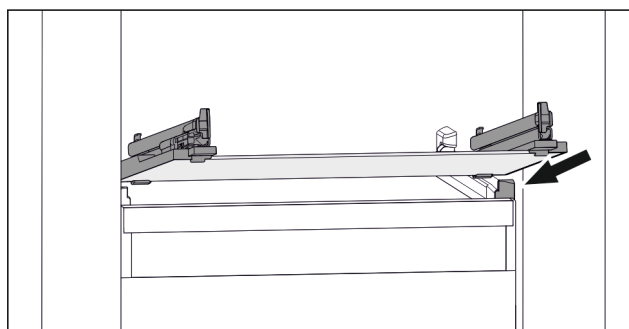

Fig. 98 Rappresentazione esemplificativa del ripiano in vetro
- Applicare il ripiano in vetro obliquamente dietro i fermi. (vedere Fig. 98)